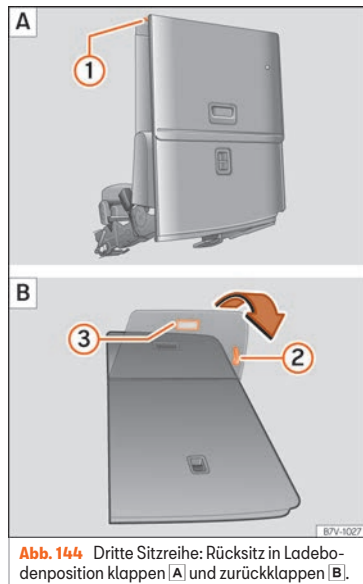

Abb. 144 Dritte Sitzreihe: Rücksitz in Ladebodenposition klappen **A** und zurückklappen **B**.
- Gegebenenfalls Hebel »» **Abb. 144** ❷ ziehen, um den Rücksitz in Längsrichtung in die gewünschte Position zu verschieben.
- Entfernen Sie Gegenstände aus dem Fußraum vor und hinter dem Rücksitz »» ❶.
- Hebel »» Abb. 144 ❶ nach oben ziehen und Rücksitzlehne nach vorn klappen. Der komplette Rücksitz klappt nach vorn »» ⚠ und auch die Sitzfläche schwenkt selbsttätig nach vorn.
- Schlaufe »» Abb. 144 ❷ ziehen, um die Sitzabdeckung zurückzuklappen.
- Ziehen Sie am Haltegriff »» Abb. 144 ❸. Der komplette Rücksitz klappt nach hinten.